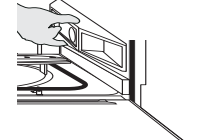

Figure 5b
10. Vérifiez si le lave-vaisselle est de niveau de l'avant vers l'arrière. Sortez d'abord le panier inférieur, puis placez un niveau à bulle sur le support à roulettes du panier qui se trouve au bas de la cuve. (Reportez-vous à la figure 5b.)